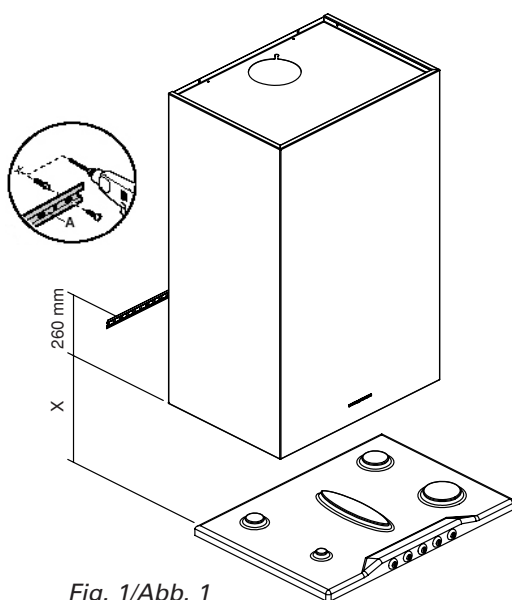
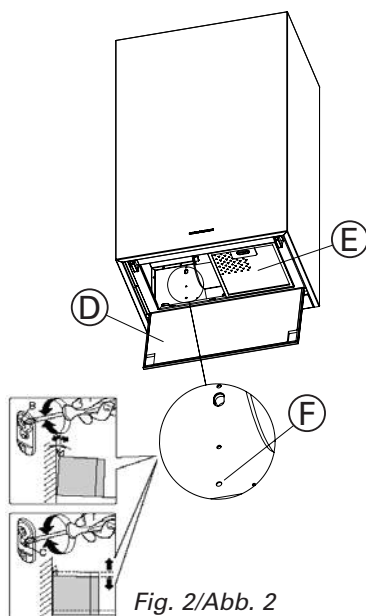
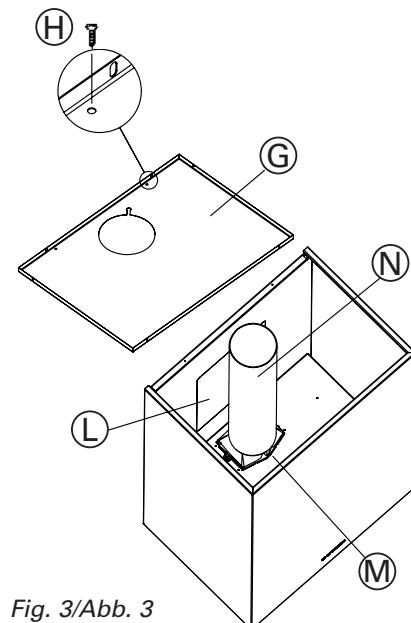

Fig. 1/Abb. 1
Fig. 2/Abb. 2
Fig. 3/Abb. 3
- Appoggiare alla parete la barra di sostegno (A) (Fig. 1), ad un'altezza dal piano cottura determinata dalla somma delle quote X+260 mm.
- Regolare l'allineamento della cappa tramite le viti delle attaccaglie (Fig. 2): queste sono raggiungibili aprendo il pannello (D) e togliendo i filtri metallici antigrasso (E).
- La vite superiore (B) regola la distanza dalla parete, quella inferiore (C) lo scorrimento verticale.
- Per evitare lo sganciamento della cappa dovuto ad una pressione sottostante, fissarla alla parete con due tasselli ad espansione e relativa vite attraverso gli appositi fori (F) all'interno della cappa.
- Per installare la cappa in versione aspirante collegarsi al tubo in PVC (N) che fuoriesce dall'apposita foratura sul coperchio (G) della cappa.
- Nel caso il foro di uscita a parete sia posizionato sul retro della cappa stessa togliere il tubo in PVC e il coperchio (Fig. 3) agendo sulle 6 viti autofilettanti (H) di fissaggio.
- Rimuovere il pezzo semitranciato (L) rompendo i punti di unione e inserire sul raccordo (M) un tubo flessibile; successivamente riposizionare il coperchio nella sua posizione originale.
- Rest the support bar (A) against the wall (Fig. 1) at a height from the cook top determined by the sum of the distance X+260 mm.
- Open the inferior panel (D) and remove the metal filters (E).
- Adjust the alignment of the range hood using the screws on the brackets (Fig. 2). The top screw (B) adjust the distance from the wall, the bottom screw (C) adjust the height.
- To prevent the range hood from detaching due to pressure from below, fasten it to the wall using a screw anchor and screw, through the corresponding hole (F) inside the hood.
- For suction version connect, with a suitable PVC pipe, the upper part of PVC pipe (N) mounted in the hood to the exhaust outlet.
- In case of exhaust outlet placed on the back of the hood: remove (Fig. 3) the cover (G) unscrewing the 6 screws (H) and the PVC pipe.
- Remove the back panel (L) breaking the joint points and connect the motor pipe fitting to the exhaust outlet using a suitable flexible duct.
- Die Stützstange (A) an der Wand positionieren (Abb. 1); hierfür einen Abstand von der Kochebene wählen, der sich aus der Summe der Maße X+260 mm ergibt.
- Die Ausrichtung der Dunstabzugshaube mit Hilfe der Befestigungsschrauben regeln (Abb. 2); man erreicht diese, indem man die Platte (D) öffnet und die Fettfilter aus Metall (E) entfernt. Mit der oberen Schraube (B) wird der Abstand von der Wand eingestellt, mit der unteren Schraube (C) die Höhe.
- Um zu vermeiden, dass sich die Dunstabzugshaube durch eine Druckausübung von unten löst, diese mit Hilfe der zwei Expansionsdübel und der entsprechenden Schraube durch die entsprechenden Öffnungen (F) im Haubeninneren an der Wand befestigen.
- Um eine Dunstabzugshaube mit Abluftbetrieb zu installieren, sich an das PVC-Rohr (N), das aus der Bohrung am Deckel (G) der Haube austritt, anschließen.
- Sollte die Wandausgangsbohrung an der Hauberrückseite positioniert sein, das PVC-Rohr und den Deckel entfernen (Abb. 3), indem man die 6 selbstschneidenden Befestigungsschrauben (H) betätigt.
- Die Rückwand (L) entfernen, wobei man die Verbindungspunkte bricht, und einen Schlauch in den Anschluss (M) einfügen: anschließend den Deckel wieder auf seiner ursprünglichen Stelle positionieren.
- Fijar la campana a la barra de sujeción, regular el alineamiento de la campana a través de los tornillos fijados (fig. 2); éstos son manipulables abriendo el panel (D) y sacando el filtro metálico (E). El tornillo superior (B) regula la distancia de la pared. Mientras que el inferior (C) el desplazamiento vertical.
- Para evitar el deslizamiento de la campana debido a una presión de la parte inferior, fijarla a la pared con 2 tacos de expansión y los tornillos respectivos en los agujeros localizados (F) dentro de la campana
- Para instalar la campana en versión aspirante conectar con el exterior el tubo en PVC (N) que sobresale del agujero sobre la tapa de la campana.
- En el caso de que el agujero de salida quede posicionado en la parte trasera de la campana sacar el tubo en PVC y la tapa (fig. 3) accionando sobre los 6 tornillos autoroscantes de fijación. Sacar la pieza semi-cortada (I) rompiendo los puntos de unión e introducir al racor (M) un tubo flexible, sucesivamente devolver la tapa a su posición original.
- Приложить к стене крепежную рейку (А - рис. 1) на высоте $X + 260$ мм от варочной панели.
- Отрегулировать строго горизонтальное положение вытяжки с помощью винтов на держателях (рис. 2). Для доступа к винтам необходимо открыть панель (D) и снять металлические антижировые фильтры (E). Верхний винт (B) регулирует расстояние от стены, а нижний (C) - вертикальное смещение.
- Для предотвращения отцеplения вытяжки в результате давления снизу ее необходимо прикрепить к стене с помощью двух дюбелей и соответствующих винтов, продетых в специальные отверстия (F) внутри вытяжки.
- На патрубок (D) необходимо надевать гибкий шланг (E).
- Для установки воздухоотводной версии вытяжки присоединить трубу из ПВХ (N), которая должна проходить через соответствующее отверстие на крышке (G) вытяжки.
- В случае если выходное отверстие расположено на задней стенке самой вытяжки, снять трубу из ПВХ и крышку (рис. 3), открутив 6 крепежных шурупов (H). Снять заднюю панель (L), отломив ее в точках соединения, и вставить надеть на соединительный элемент (M) гибкий шланг, после чего установить крышку в первоначальное положение.